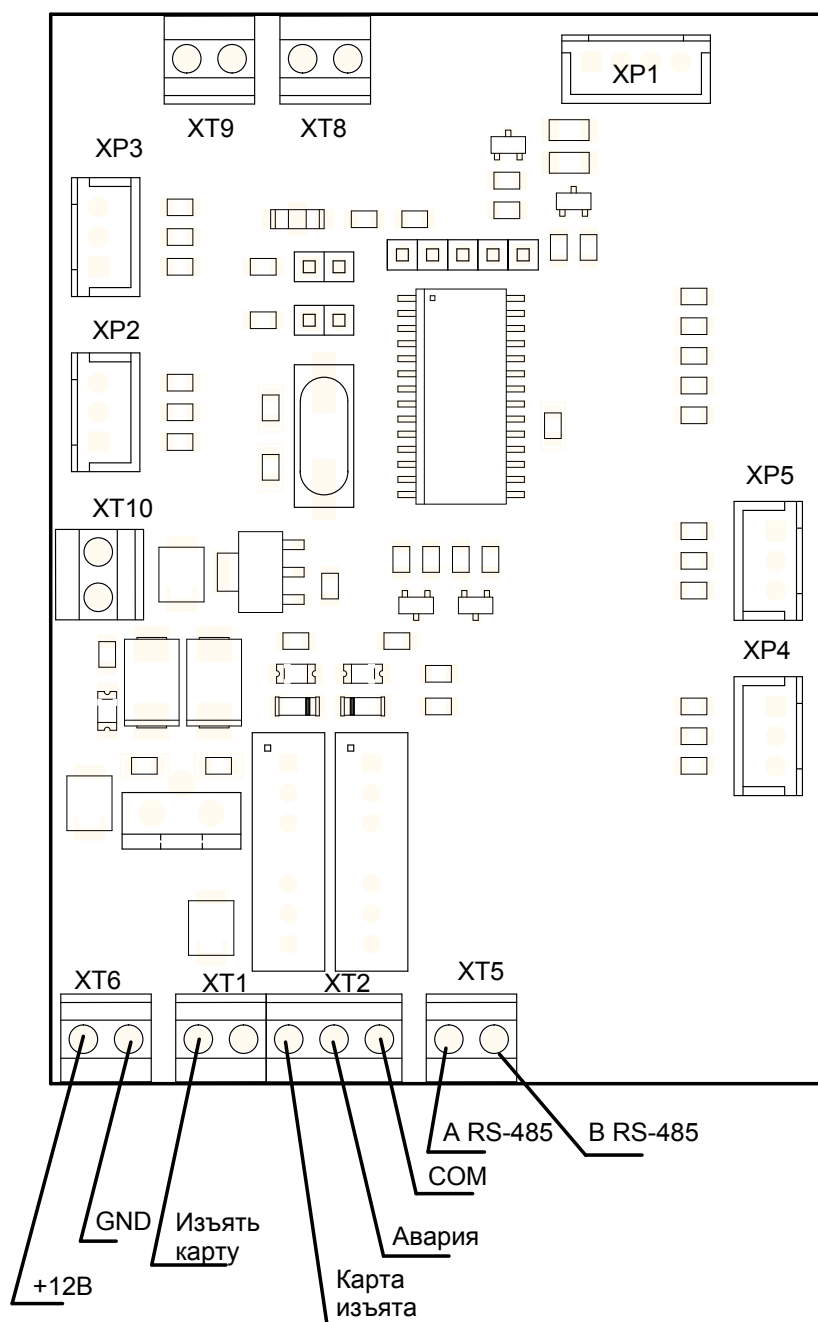

Рисунок 3 – Плата управления картоприёмником
5.3.2 Кабель питания (9)* подключается к клеммной колодке XT6 платы управления картоприёмником (см. рисунок 3 и Приложение А, рисунок А.1).
* Кабель (9) не входит в комплект поставки картоприёмника.
5.4.1 Линии интерфейса RS-485 считывателя, расположенного с внутренней стороны крышки (3) картоприёмника, подключены к плате управления картоприёмником. Таким образом, выходы считывателя выведены на контакты 1 (RS-485 A) и 2 (RS-485 B) клеммной колодки XT5 (см. рисунок 3).